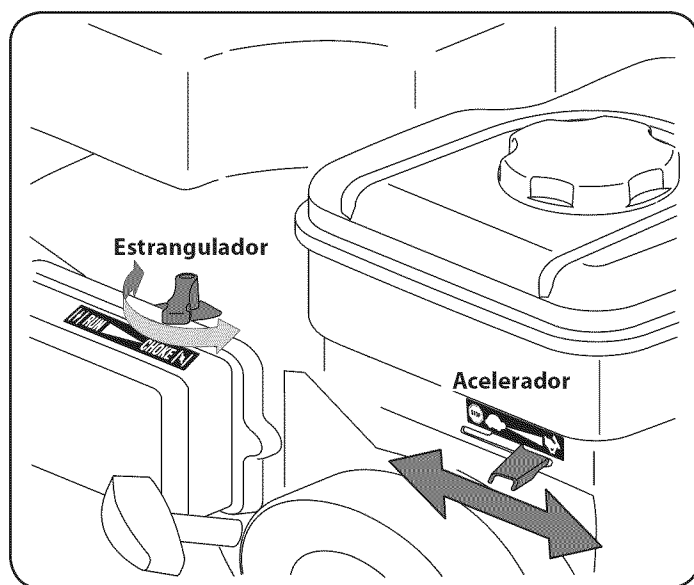

Figura 12
4. Mover la palanca del estrangulador en el motor se AHOGUE posición. (Un motor caliente puede no requerir de asfixia.) Véase la Figura 12.
5. Mueva el control del acelerador a la RAPIDO posición. Véase la Figura 12.